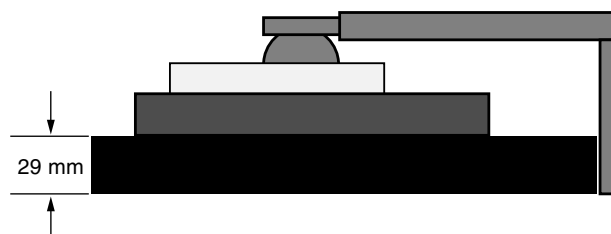

Abbildung S.1
3. Legen Sie den Monitor mit der Vorderseite nach unten auf eine weiche Oberfläche. (Der Bildschirm sollte auf eine um 29 mm erhöhte Fläche gelegt werden, damit der Fuß bündig mit der Oberfläche des Tisches abschließt) (**Abbildung S.1**).